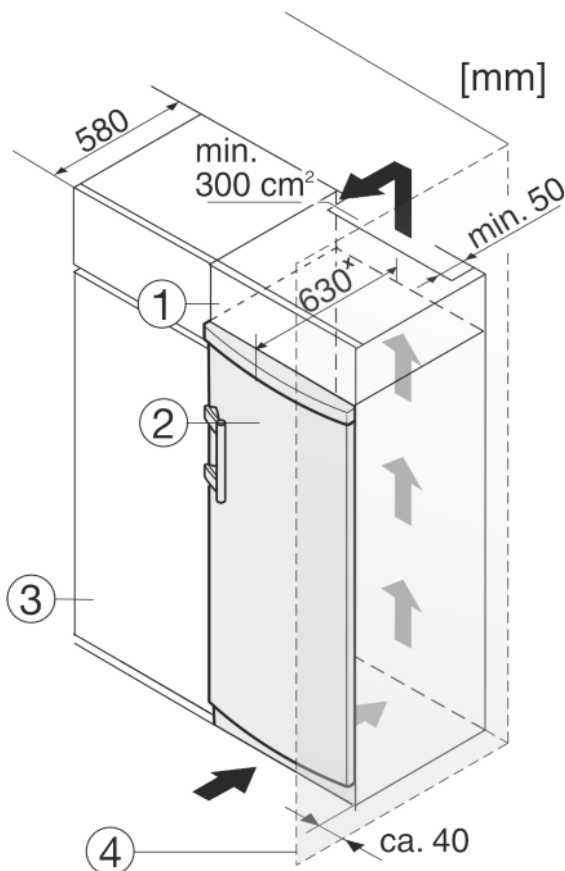

Fig. 11
- (1) Дополнительный шкафчик
- (2) Устройство
- (3) Кухонный шкаф
- (4) Стенка
Устройство может быть окружено кухонными шкафами. Чтобы уравнять устройство *Fig. 11 (2)* по высоте с кухонной стенкой, можно установить над устройством дополнительный шкафчик *Fig. 11 (1)*.
При комбинировании с кухонными шкафами (глубина макс. 580 мм) устройство можно установить непосредственно рядом с кухонным шкафом *Fig. 11 (3)*. Устройство выступает сбоку на 34 мм * и по центру на 50 мм * относительно передней стенки кухонного шкафа.
Если устройство установлено на шарнирах у стены *Fig. 11 (4)*, то расстояние между устройством и стеной должно быть не менее 40 мм. Настолько выступает ручка при открытой дверце.